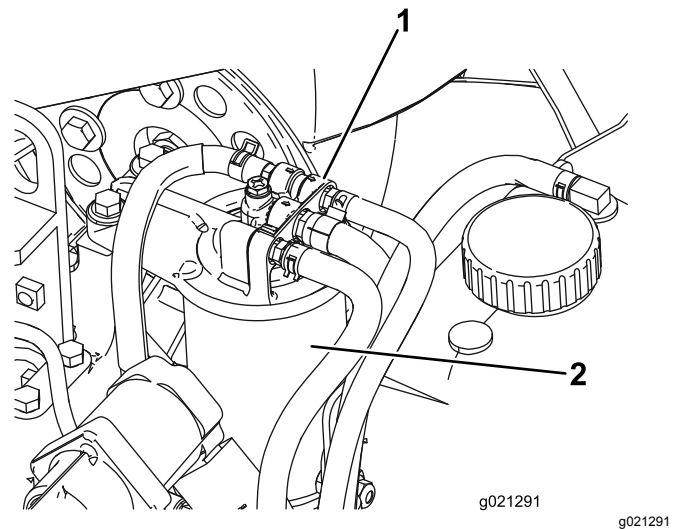

Figura 80
1. Limpie la zona alrededor del cabezal del filtro de combustible (Figura 80).
2. Retire el filtro y limpie la superficie de montaje del cabezal del filtro (Figura 80).